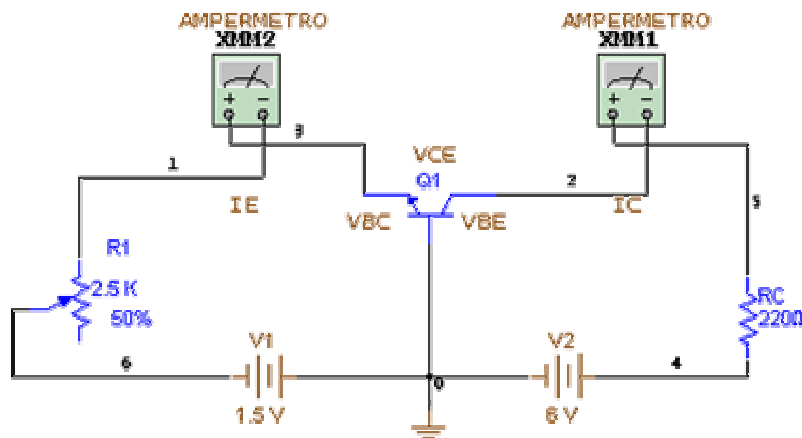

Figura 2
- a) Construya el circuito que se muestra en la figura 2.